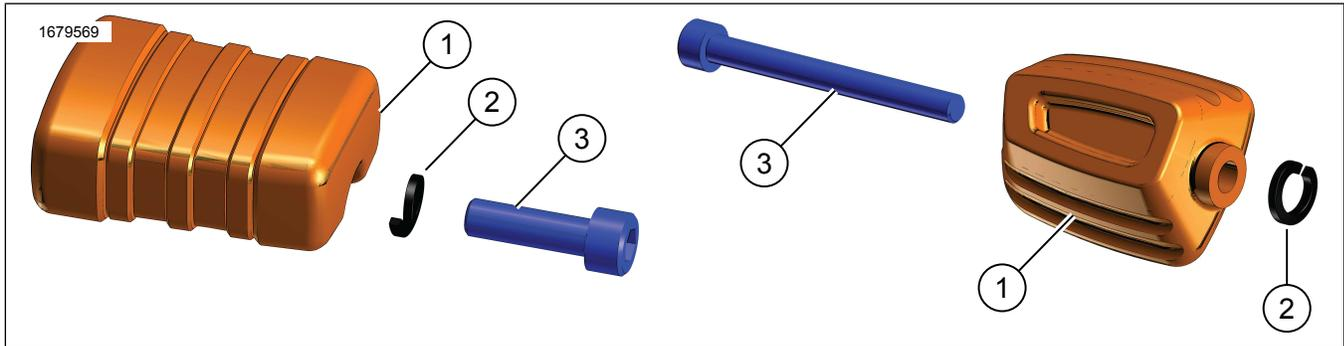

Figure 1. Contenu du kit : Pédale de sélection de vitesse
1. Voir la figure 1. Installer l'ensemble embout du sélecteur à l'aide d'une rondelle (2) et d'une vis (3).
2. Positionner la rondelle (2) entre l'embout du sélecteur et le sélecteur. Ne pas serrer.
3. Tourner l'embout du sélecteur (1) selon l'orientation souhaitée.
4. Serrer la vis (3).